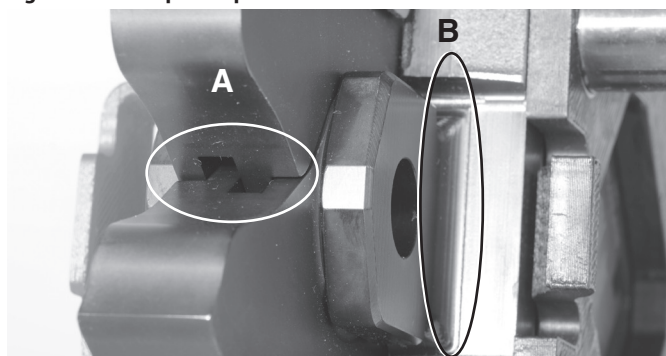

Figura 2B – Áreas a verificar quanto a danos nos Braços (A) ou na Aba de montagem (B)
- Danos nas abas de montagem ou na área da dobradiça do braço (consulte a Figura 2B).